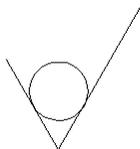
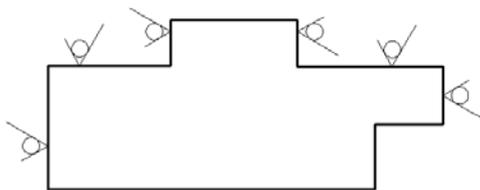

图 10.3.1 定义块
图 10.3.2 标注表面粗糙度符号
5. 先创建图 10.3.1 所示的表面粗糙度符号图形，再根据该图形创建一个块 BL1；然后利用所创建的块 BL1，使用 INSERT 命令在图 10.3.2 中标注表面粗糙度符号。最后回答，使用块来创建重复图形与使用复制(COPY)命令来创建重复图形相比，有什么区别和优势？